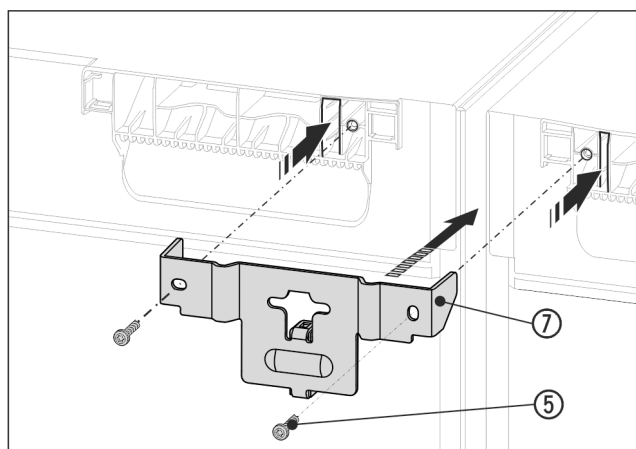

Fig. 15 Príklad zobrazenia
- ▶ Uholník Fig. 15 (7) s dištančným dielom zasuňte medzi zariadenia a strmeňmi do stropu zariadenia. Priskrutkujte ho pomocou 2 skrutiek Fig. 15 (5).